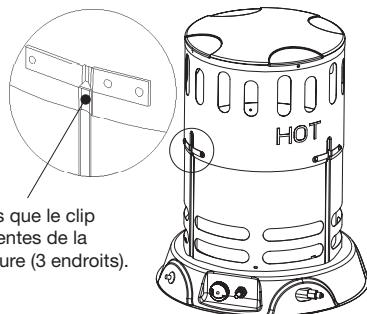

Figure 3
3. Soulevez la coque extérieure jusqu'à ce que les trois clips s'insèrent dans les fentes de la coque inférieure. Ceci étant fait, les trous des vis devraient être alignés. (Voir Figure 3)